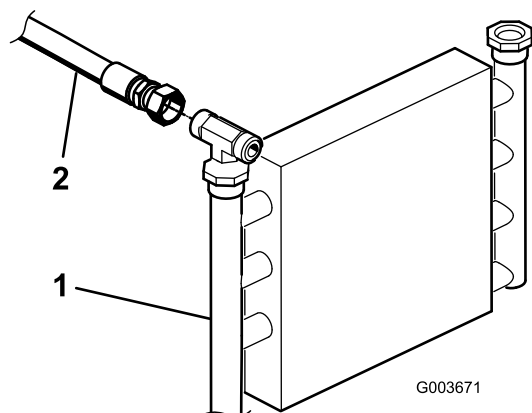

Figura 13
1. Localize o tubo hidráulico que vai do refrigerador de óleo à válvula de elevação existente (Figura 13). Remova os dispositivos de fixação e grampo do tubo que prende os tubos hidráulicos à estrutura.
2. Desligue e remova o tubo hidráulico do refrigerador de óleo e válvula de elevação (Figura 13).